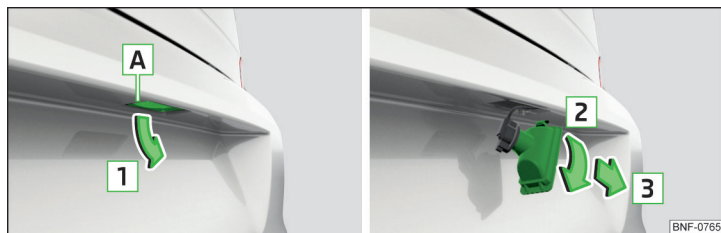

Fig. 147 Demontarea lămpii numărului de înmatriculare
- Introduceți o șurubelniță dreaptă în fantă, în zona săgeții **A** » fig. 147 și desfaceți lampa în sensul săgeții **1**.